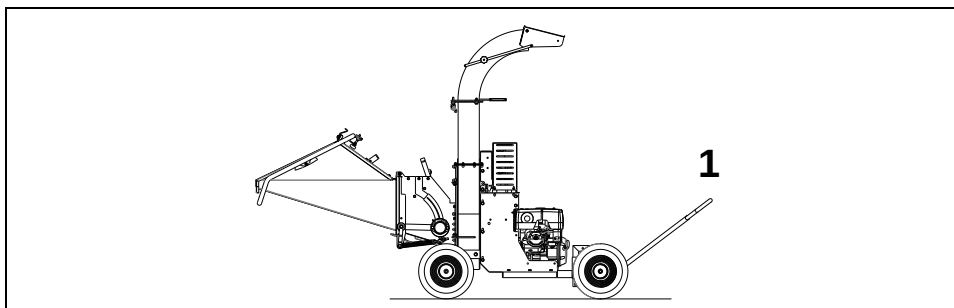

Fig. 4
Pour transporter la machine, la prendre par le timon de traction (1) et la traîner manuellement (Fig. 4).